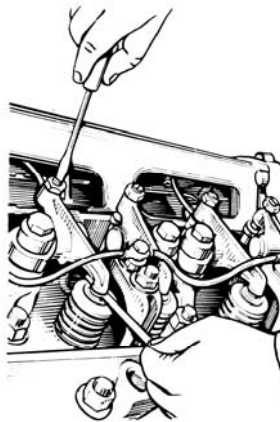

Рис. 49. Регулировка зазора клапанного механизма
- 6 Для регулировки зазоров отвернуть гайку регулировочного винта, вставить в зазор щуп и, вращая винт отверткой (рис. 49), установить зазор $0,25 \dots 0,30$ мм. Придерживая винт отверткой, затянуть гайку и проверить величину зазора. При правильно отрегулированном